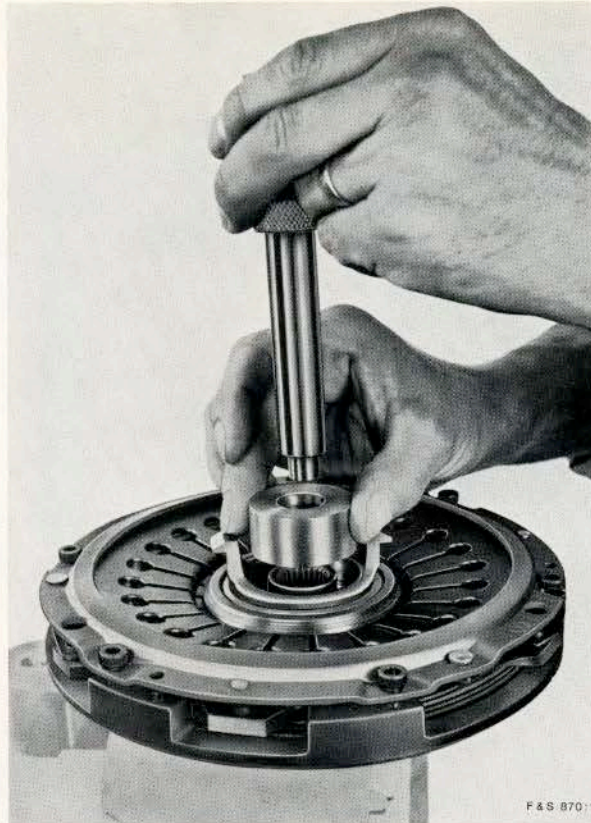

Bild 9
- b) Bevor nun die Druckplatte auf der Trägerscheibe festgeschraubt wird, müssen mit Hilfe eines Zentrierdornes Ausrücklager und Kupplungsscheibe zentriert werden. Es ist unbedingt erforderlich, auch das Ausrücklager zu zentrieren, da sonst unter Umständen beim Festschrauben der Druckplatte sich einzelne Lappen der M-Feder in der Führung des Ausrücklagers verklemmen können (siehe auch Bild 9).